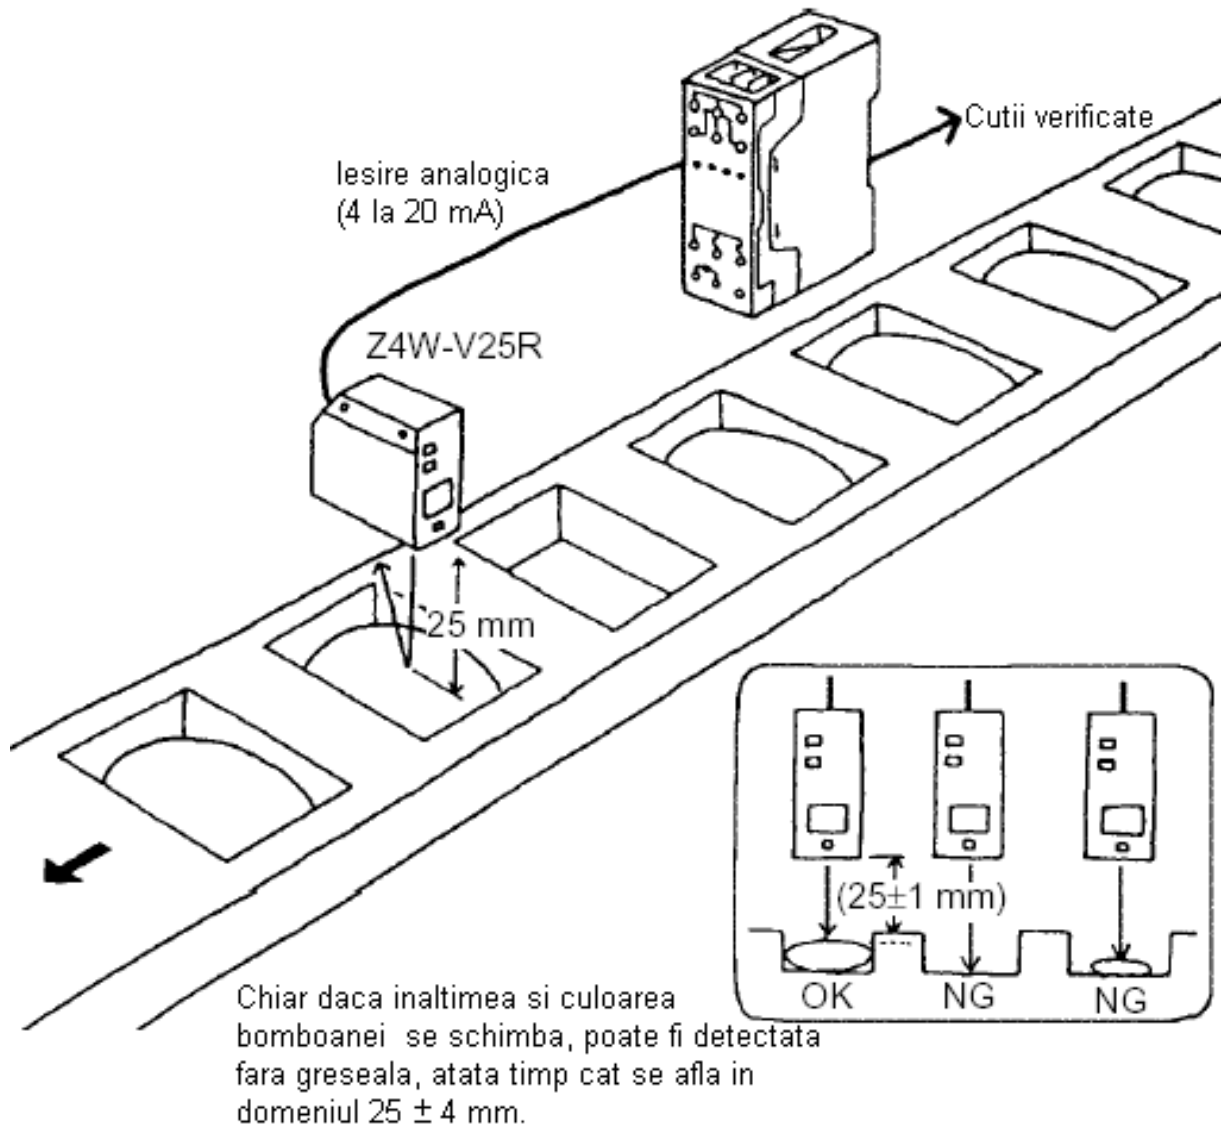

Fig.16
1.7.1. Determinarea unui compartiment gol aplicație (fig.16):